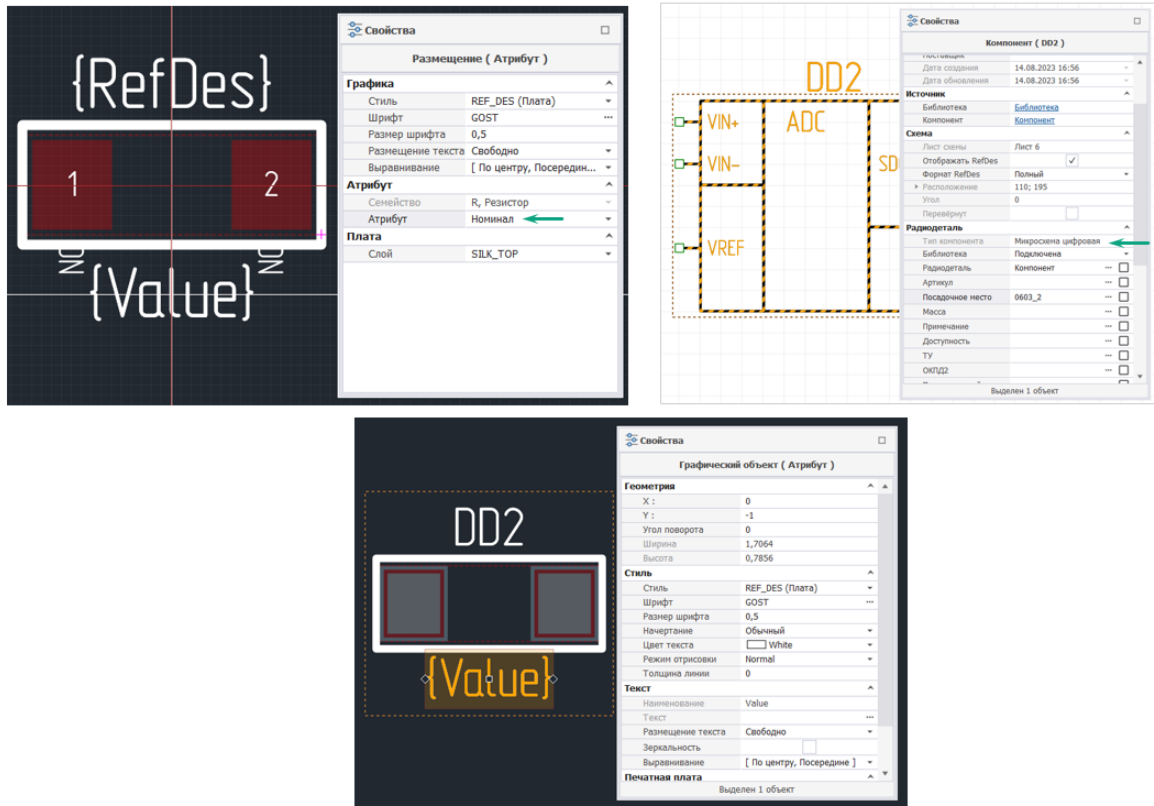

Рис. 112 Результат назначения атрибутов разных семейств в посадочном месте и в компоненте
**Важно!** Если на посадочном месте будут размещены атрибуты, отсутствующие у компонента, которому назначено данное посадочное место, они будут отображены, но не заполнены, Рис. 112.